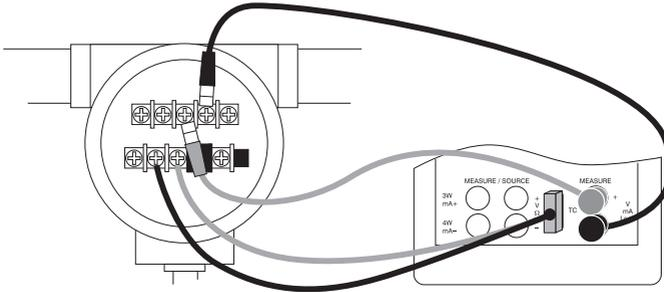

Abbildung 21. Kalibrieren eines Transmitters
4. Schließen Sie den Kalibrator an den Transmitter an wie in Abbildung 21 gezeigt.